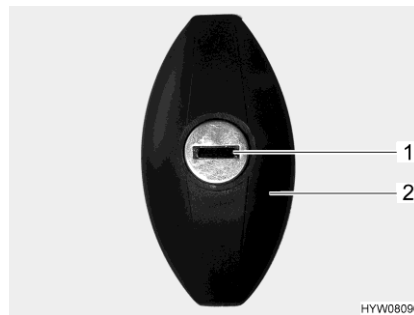

Bild 40 Klappenschloss
- Schlüssel in Schließzylinder (Bild 40,1) stecken und eine halbe Umdrehung entgegen dem Uhrzeigersinn drehen. Schlossgriff (Bild 40,2) schnappt heraus.